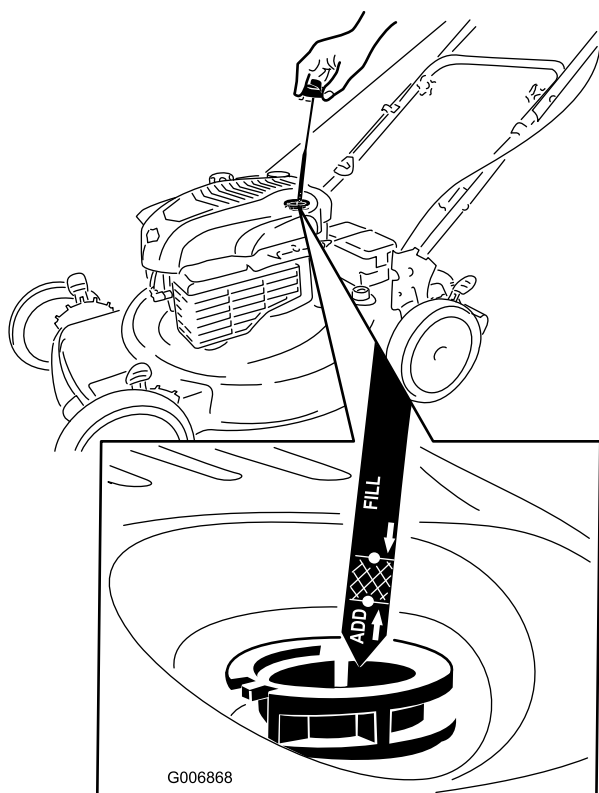

Figura 26
2. Togliete l'asta di livello (Figura 26).
4. Versate **lentamente** l'olio nel tubo di riempimento finché non raggiunge il segno di **pieno** sull'asta (Figura 26). **Non riempite troppo.** (Riempimento massimo: 0,59 litri, tipo: olio detergente SAE 30 con service classification API SF, SG, SH, SJ, SL o superiore.)